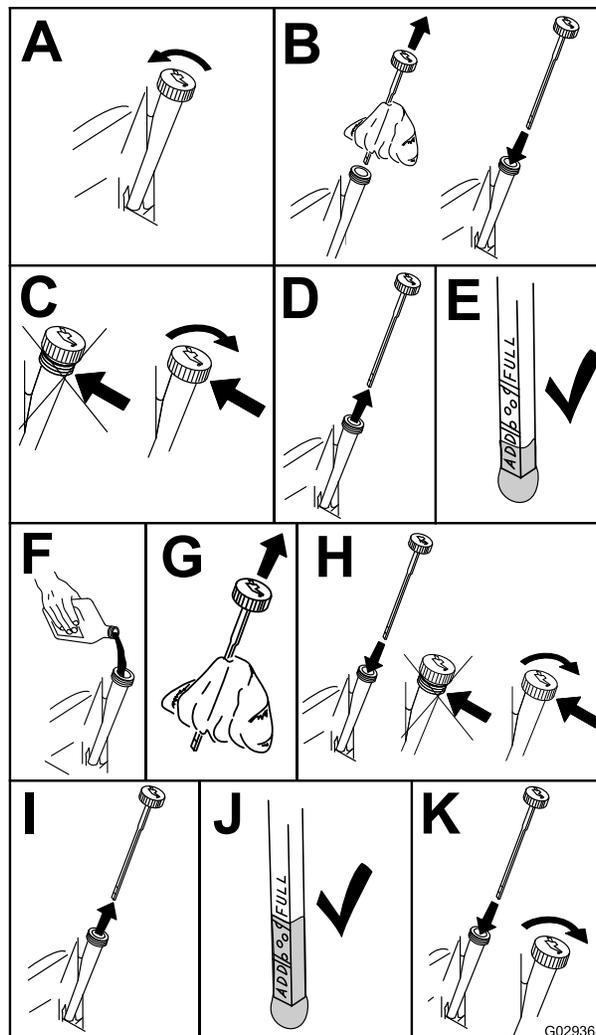

Figure 27
3. Pour éviter de faire tomber de l'herbe, de la poussière, etc., dans le moteur, nettoyez la surface autour du bouchon de remplissage-jauge d'huile, avant de l'enlever (Figure 27).